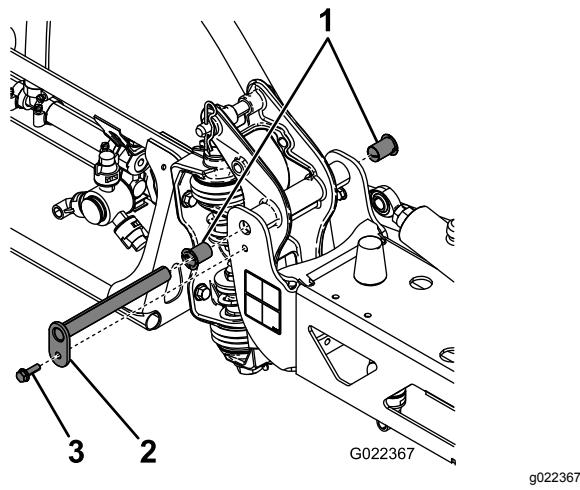

Figure 57
3. Lorsque le poids de la rampe est supporté, retirez le boulon et l'écrou de fixation de l'axe de pivot à l'ensemble rampe (Figure 57).
- 4. Retirez le boulon et l'écrou qui fixent l'axe de pivot, et déposez celui-ci (Figure 57).
- 6. Déposez et examinez les bagues en nylon à l'avant et à l'arrière du support de pivot (Figure 57).
- 7. Appliquez une petite quantité d'huile sur les bagues en nylon et montez-les sur le support de pivot (Figure 57).
- 8. Montez l'ensemble rampe et support de pivot dans le bâti central en alignant les trous (Figure 57).